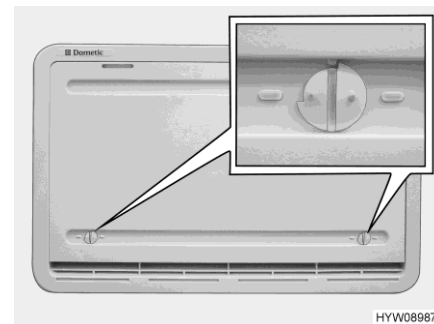

Fig. 185 Copertura invernale (griglia di aerazione del frigorifero)
Le coperture invernali (Fig. 185) proteggono il gruppo frigorifero dall'aria fredda. Posizionare le coperture invernali davanti a entrambe le griglie di aerazione del frigorifero quando la temperatura esterna scende al di sotto di +10 °C (sia per funzionamento elettrico che a gas).
- Aprire entrambi i bloccaggi (Fig. 185), la scanalatura risulterà orizzontale.